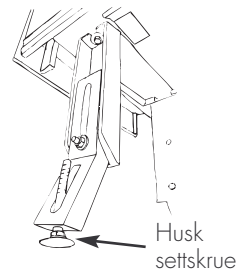

Fig. 1 Montering av bena
3. Beina er justerbare fra 180 - 410 mm, og skal monteres som angitt på fig. 1. Ønskes høyere sokkelhøyde enn 495 mm, kan peisinnsetningen settes på murstein eller lignende.